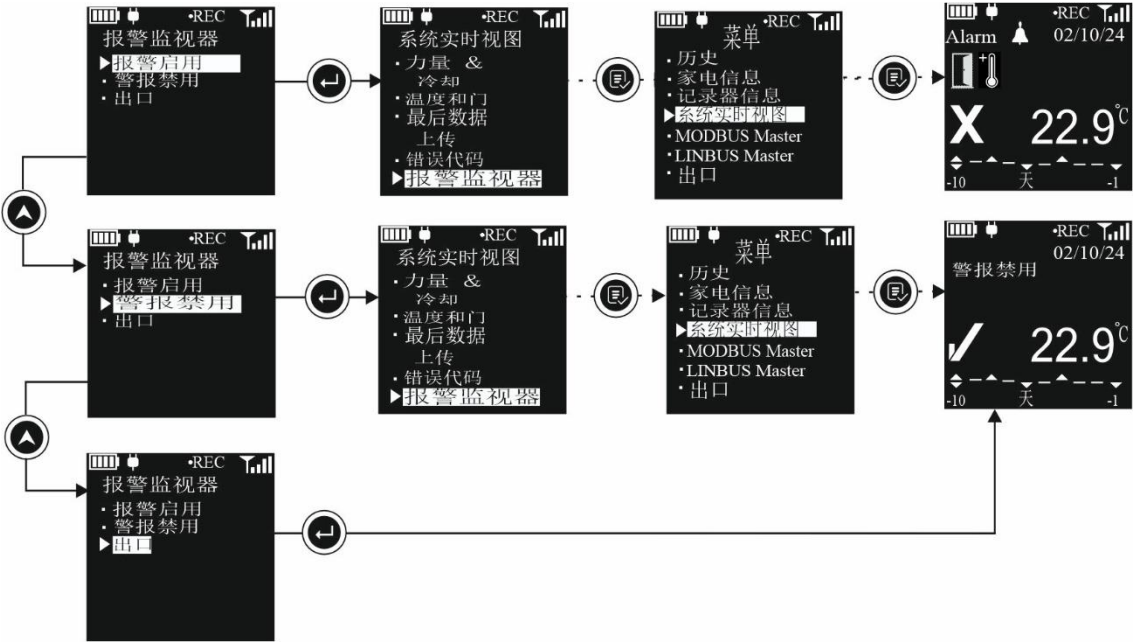

图 24 报警监视器选择菜单
5. 警报监控：当设备停止运行或不再储存疫苗时，应关闭警报以节省能源。用户可以通过菜单启用或禁用警报监控，如图 24 所示。如果选择“**警报禁用**”选项，则警报指示将被禁用，并且此状态将显示在设备显示屏上。您可以随时通过从“警报监控”菜单中选择相应选项来重新启用警报监控。